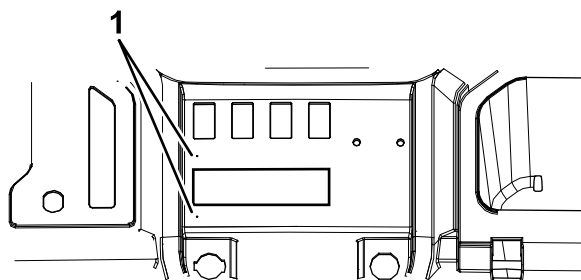

Figure 4
2. Localisez les 2 repères de perçage (Figure 4) et percez 2 avant-trous (5 mm) directement à l'emplacement des repères.